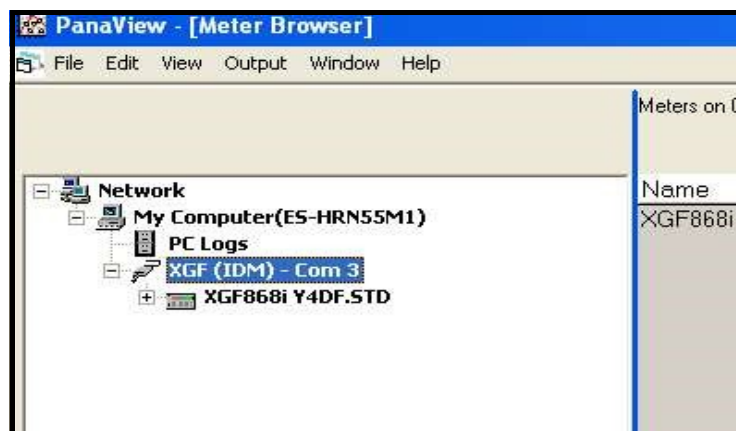
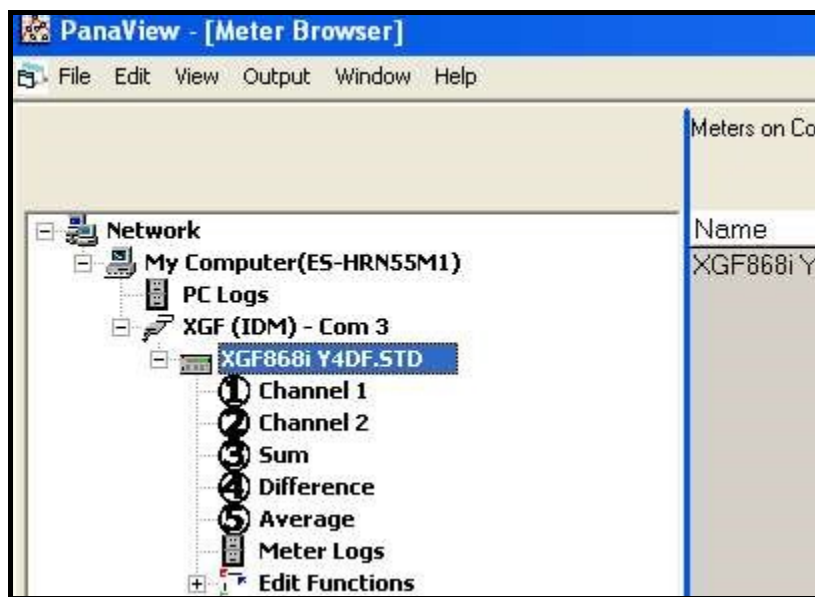

Figura 37: Árbol de ruta actualizado
Figura 39: Árbol de medidores con opción de Editar funciones
Si la inicialización es exitosa, el *Navegador de Medidores* mostrará un listado similar a la Figura 37.
1. En el árbol de medidores del *Navegador de nuevos medidores* (véase *Figura 37 en la página 73*), haga clic en la entrada XGF. La pantalla será ahora similar a la *Figura 39*.